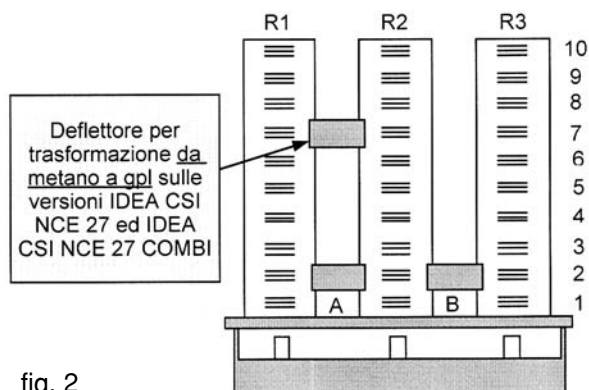

fig. 2
- Mettere il deflettore di interaccensione a corredo del kit tra la 1ª e 2ª rampa in corrispondenza della 7ª serie di fori uscita gas partendo dalla placca di fissaggio al corpo in ghisa (solo versione 27); (fig. 2)
- rimontare il coperchio del bruciatore (27) curando di montare correttamente i due passatubi (30 - 31).
- Togliere il deflettore di interaccensione tra la prima e la seconda rampa (fig. 2);